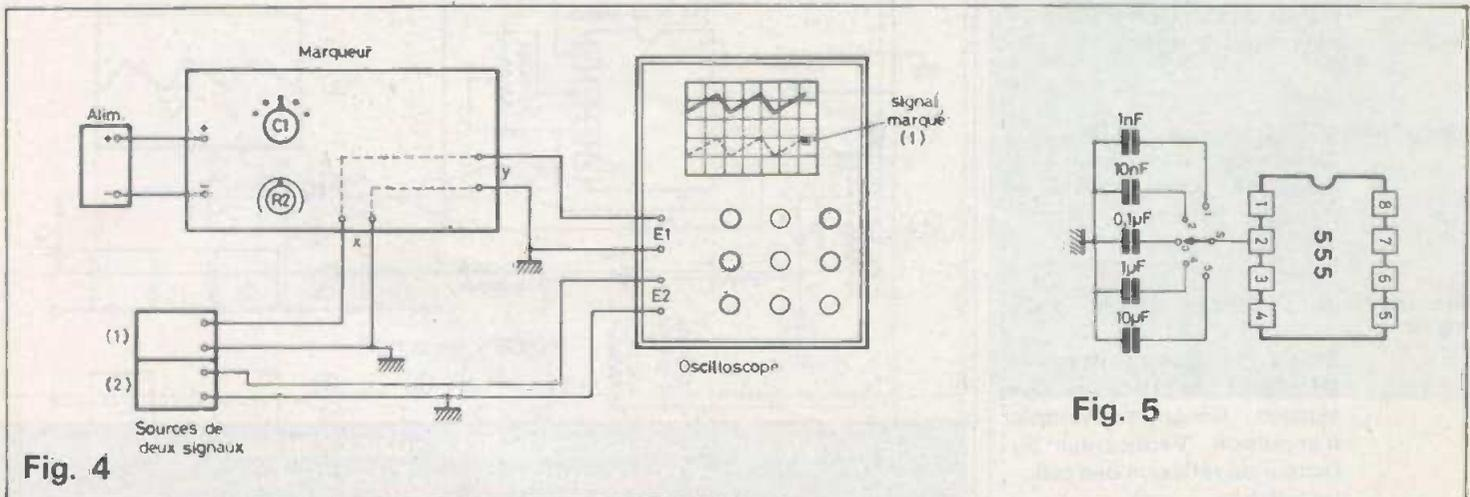

Fig. 5
Le montage mécanique terminé, il ne reste plus qu'à jouer du fer à souder. La figure 5 montre le plan de câblage. L'auteur a, pour sa part utilisé du fil en nappe (9 conducteurs). Le câblage en est simplifié et la présentation améliorée aussi.
L'autre signal (2) sera appliqué normalement à l'entrée E_2 restante, de l'oscilloscope. A la figure 5 on indique une variante avec plusieurs valeurs de C_1 commutées par S. A noter que l'alimentation V_{cc} permettra un marquage d'autant plus prononcé que V_{cc} sera élevé. La fréquence f sera de 5 à 10 fois celle du signal à étudier qui peut être de 1 V crête à crête au minimum.